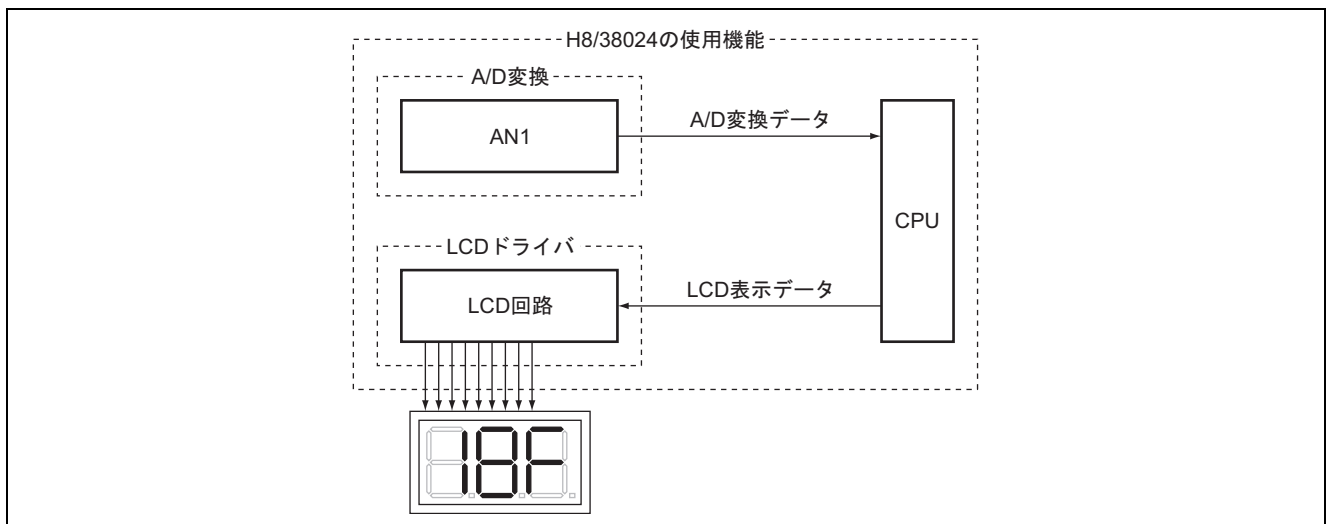

図 2 H8/38024 の使用機能
- (1) A/D 変換と LCD 表示における H8/38024 の使用機能について説明します。本タスク例における使用機能のブロック図を図 2 に示します。